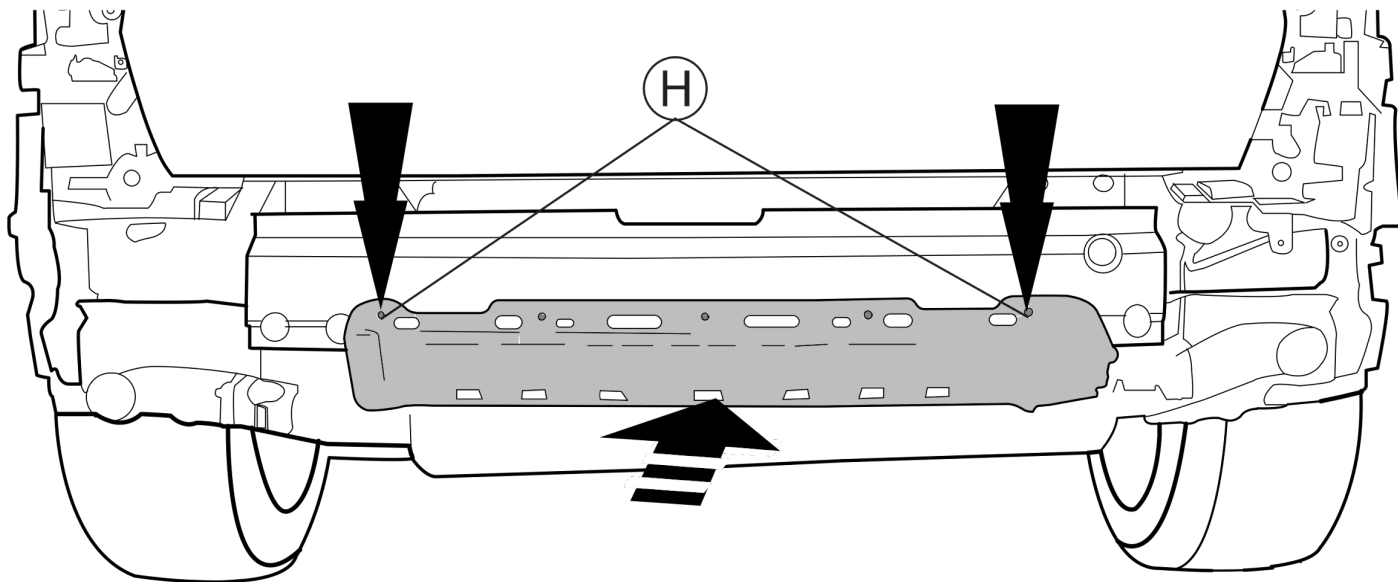

Fig. 4
7. Установить пластмассовый корпус на поперечный брус буксирного крюка в точках H. См. рисунок 4.